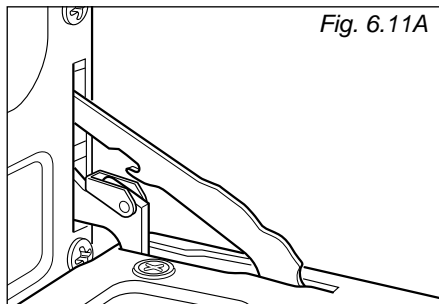

Fig. 6.11A
- Abra la puerta completamente (Fig. 6.11A).